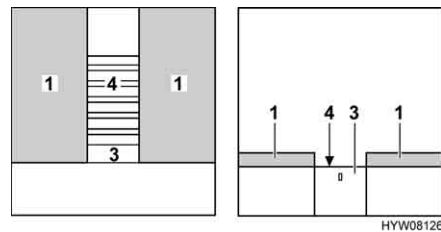

Fig. 84 Durante la trasformazione
- Estrarre completamente il telaio portamaterasso (Fig. 84,4). A tal fine estrarre la base estraibile (Fig. 84,3).